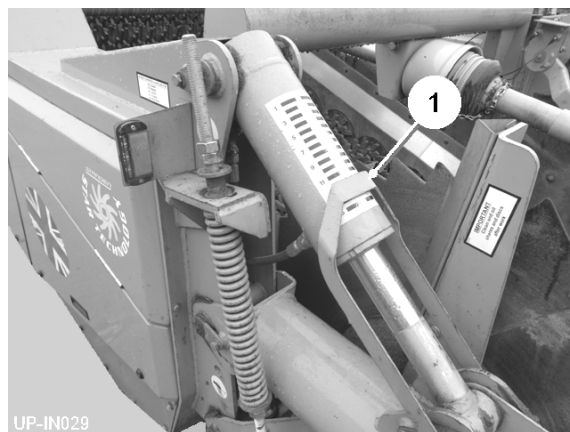

Fig 7a
2. Bemærk aflæsningen på RH dybdecylinderindikatoren (item 1, fig 7a).
4. Drej dybdestyringsknappen, indtil indikatoren for dybdecylinderen (item 1, fig 7a) flugter med den angivne læsning.